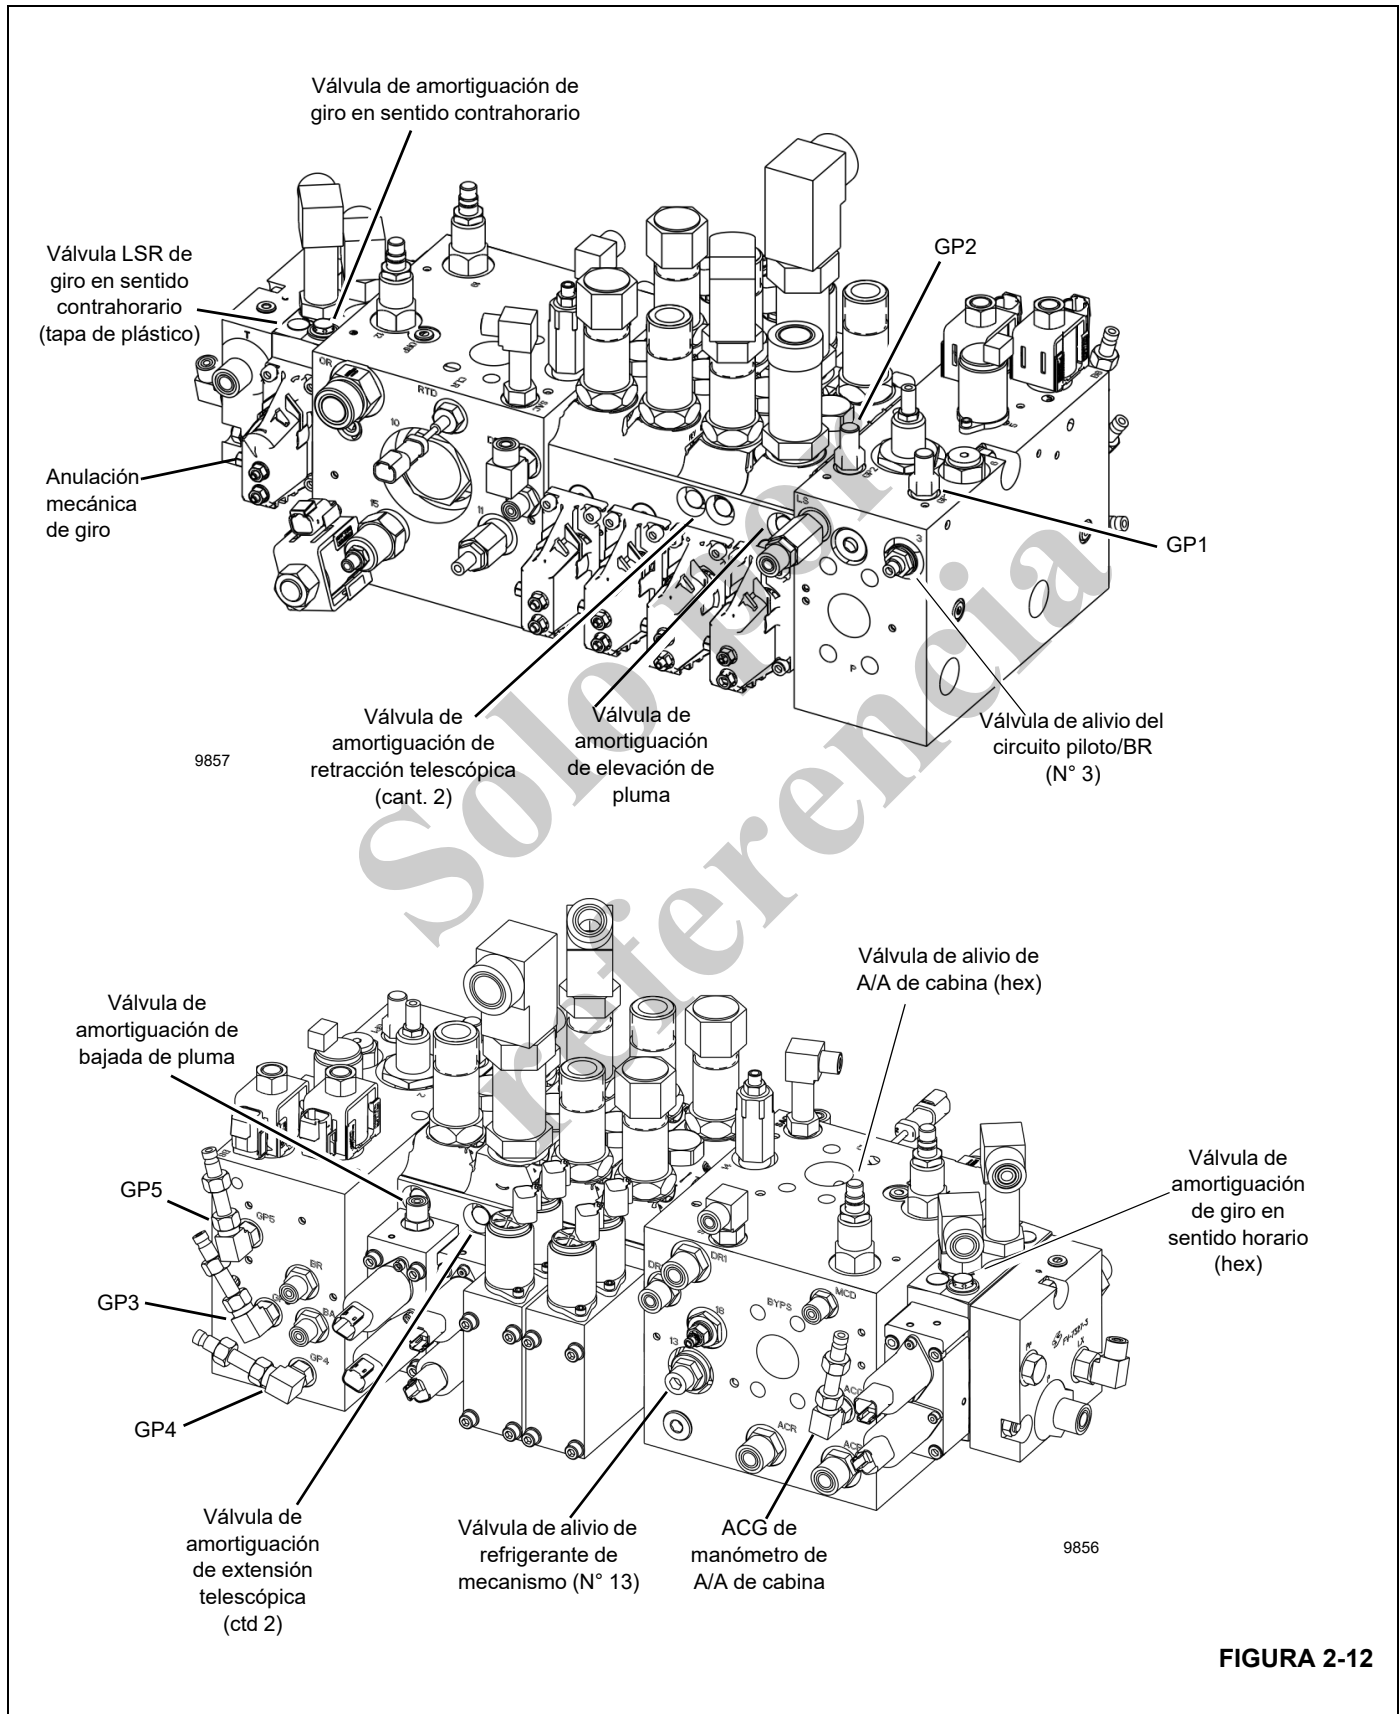

FIGURA 2-12
La elevación de pluma tiene una sola válvula de amortiguación en la sección de la válvula con un ajuste fijo como se muestra en la Figura 2-12 y la Tabla 2-4.
La bajada de pluma tiene una sola válvula de amortiguación en la sección de la válvula con un ajuste fijo como se muestra en la Figura 2-12 y la Tabla 2-4.
La función de extensión telescópica tiene dos válvulas de amortiguación en la sección de la válvula y cada una tiene un ajuste fijo como se muestra en la Figura 2-12 y la Tabla 2-4.
La función de retracción telescópica tiene dos válvulas de amortiguación en la sección de la válvula y cada una tiene un ajuste fijo como se muestra en la Figura 2-12 y la Tabla 2-4.
El giro en sentido horario/contrahorario tiene una sola válvula de amortiguación en la sección de la válvula con un ajuste fijo como se muestra en la Figura 2-12 y la Tabla 2-4. Esto no se puede cambiar, ni ajustar con suplementos, etc. Consulte los comentarios en la Sección A para verificar este ajuste en el conjunto de la válvula de amortiguación física, si tiene dudas.
El ajuste de giro se debe fijar con la válvula de alivio de detección de carga (LSRV) para cada dirección porque esto es ajustable a la configuración de válvula de amortiguación que se mencionó antes. Estas válvulas de alivio de detección de carga se ubican debajo de los tapones redondos de plástico negro ubicados a cada lado de la sección adyacente a las válvulas de amortiguación, como se muestra en la Figura 2-10 y la Figura 2-12.
Con el freno de giro bloqueado, active la válvula con una llave de cubo de 9mm en la leva del carrete Figura 2-12. Al tirar de la llave hacia arriba se ajusta el giro en sentido contrahorario y al empujarla hacia abajo se ajusta el giro en sentido horario.
El circuito del acondicionador de aire de la cabina tiene una válvula de alivio única en el colector de entrada central de la válvula de control de sentido con un ajuste como se muestra en la Figura 2-12 y la Tabla 2-4.
- a. Instale un manómetro con capacidad mínima de 345 bar (5000 psi) en la lumbrera para manómetro ACG en el colector de entrada central de la válvula de control Figura 2-12.
El circuito de suministro piloto tiene una válvula de alivio única en el colector de entrada de la válvula de control de sentido con un ajuste como se muestra en la Figura 2-12 y la Tabla 2-4.
- a. Instale un manómetro con capacidad mínima de 69 bar (1000 psi) en la lumbrera para manómetro GP5 en el colector de entrada de la válvula de control Figura 2-12.
El circuito de liberación del freno de giro tiene una válvula de alivio única en el colector de entrada de la válvula de control de sentido con un ajuste como se muestra en la Figura 2-12 y la Tabla 2-4.
- a. Instale un manómetro con capacidad mínima de 69 bar (1000 psi) en la lumbrera para manómetro GP4 en el colector de entrada de la válvula de control Figura 2-12.
1. El circuito de aplicación del freno de giro se controla por medio de una válvula de solenoide proporcional que se ilustra en la Figura 2-12 y la Tabla 2-4 y no se puede ajustar.
- a. Instale un manómetro con capacidad mínima de 69 bar (1000 psi) en la lumbrera para manómetro GP3 en el colector de entrada de la válvula de control. Consulte Figura 2-12.
1. El circuito de refrigerante del mecanismo tiene una única válvula de reducción en el colector de entrada central de la válvula de control de sentido con un ajuste como se muestra en la Figura 2-12 (válvula de alivio de refrigerante del mecanismo N° 13).
- a. Instale un manómetro con capacidad mínima de 345 bar (5000 psi) en la lumbrera para manómetro GP2 en la válvula de control de sentido. Figura 2-12.